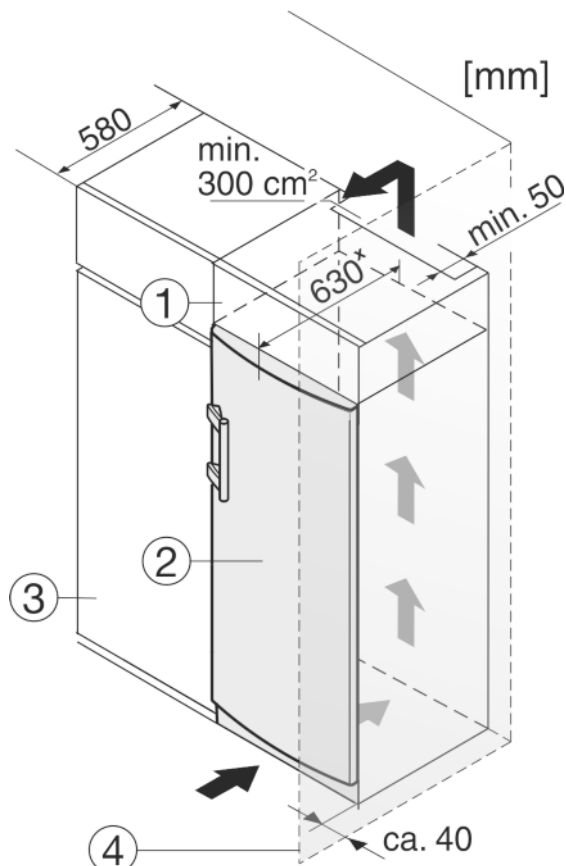

Fig. 9
Urządzenie może zostać obudowane szafkami kuchennymi. Aby dopasować urządzenie Fig. 9 (2) do wysokości ciągu szafek kuchennych, można nad urządzeniem umieścić szafkę nasadzaną Fig. 9 (1).
W przypadku obudowania szafkami kuchennymi (głębokość maks. 580 mm) urządzenie można ustawić bezpośrednio obok szafki kuchennej Fig. 9 (3). Urządzenie wystaje z boku o 34 mm\* i na środku urządzenia o 50 mm\* w stosunku do frontu szafek kuchennych.
Jeżeli urządzenie będzie ustawiane z zawiasami do ściany *Fig. 9 (4)*, to pomiędzy urządzeniem i ścianą należy zachować minimalny odstęp, wynoszący 40 mm. Na taką odległość wystaje klamka przy otwartych drzwiach.